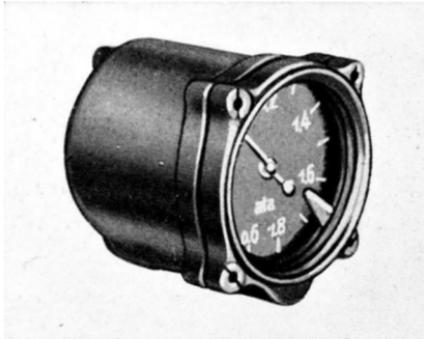

Abb. 112. Ladedruckmesser
4. **Ladedruckmesser** (Abb. 112).